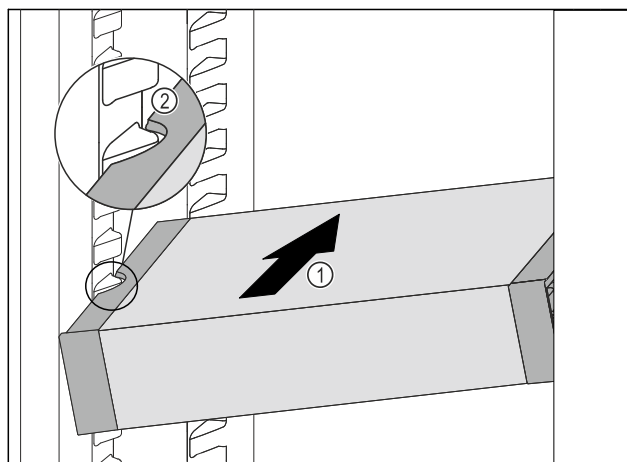

Fig. 104
- ▶ Împingeți VarioSafe oblic în frigider Fig. 104 (1), până când degajările laterale Fig. 104 (2) ale VarioSafese află la înălțimea nervurii recipientului din frigider.